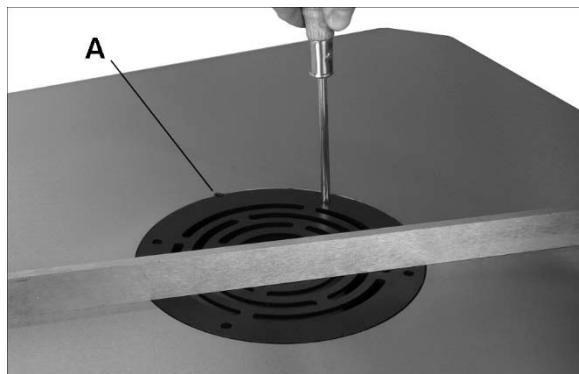

Рис. 6: установка вставки стола
1. Установите вставку в столе так, чтобы вырез совпал с шипом (A, Рис. 6).